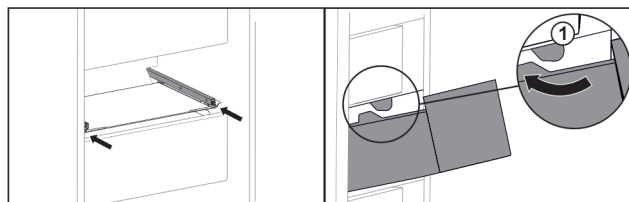

Fig. 160
- ▶ Vedte zásuvku podél zarážek Fig. 160 (1).